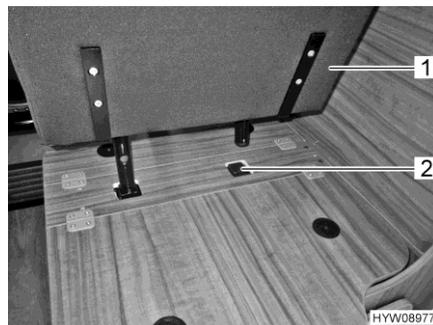

Fig. 24 Enchufar el asiento de enchufe en el soporte
- Enchufar el asiento de enchufe (Fig. 24,1) en el soporte (Fig. 24,2).